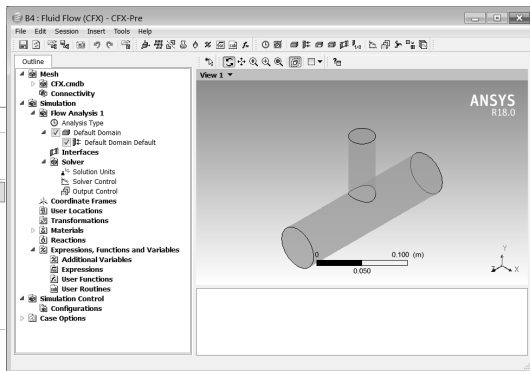

图 17-18 CFX-Pre 界面
Step2：双击项目 B 中的 B4（Setup）栏，此时加载如图 17-18 所示 Fluid Flow（CFX）流体动力学前处理平台。